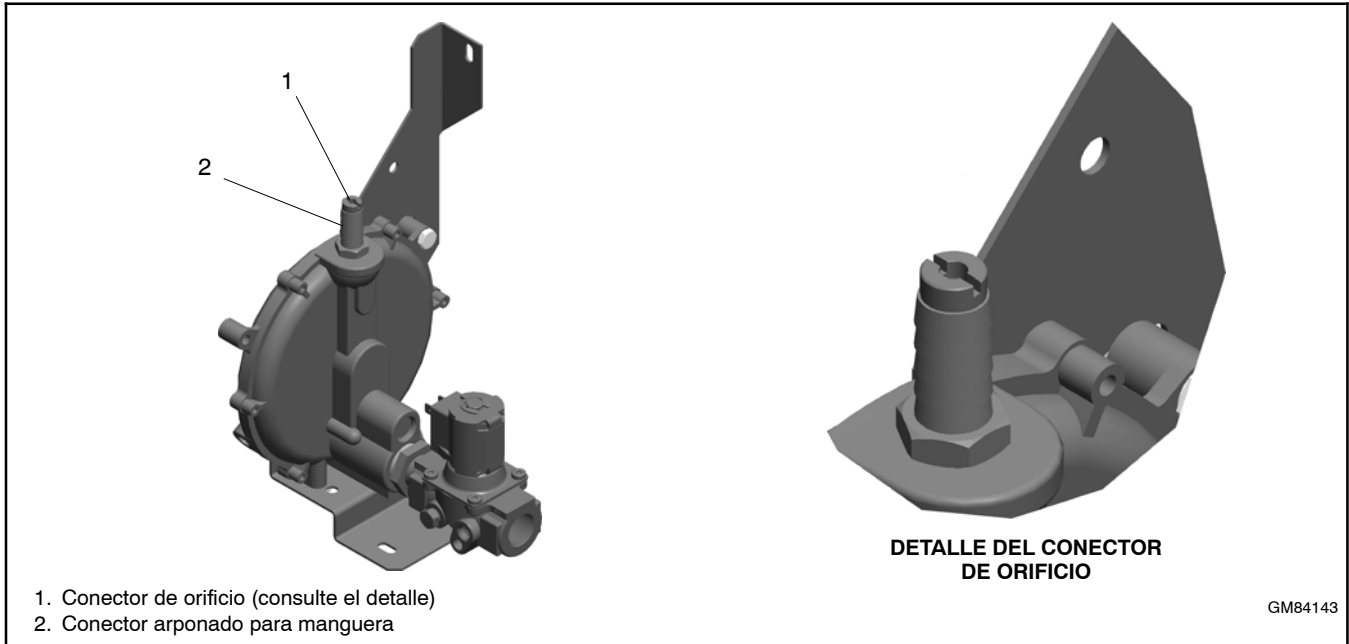

Figura 1-12 Sistema de combustible 14RESA/RESAL con visualización de los conectores de orificio (generadores construidos después del 26 de junio de 2014)
6. Use un destornillador de paleta recta para retirar el orificio de GN del conector de manguera. Consulte la Figura 1-12.